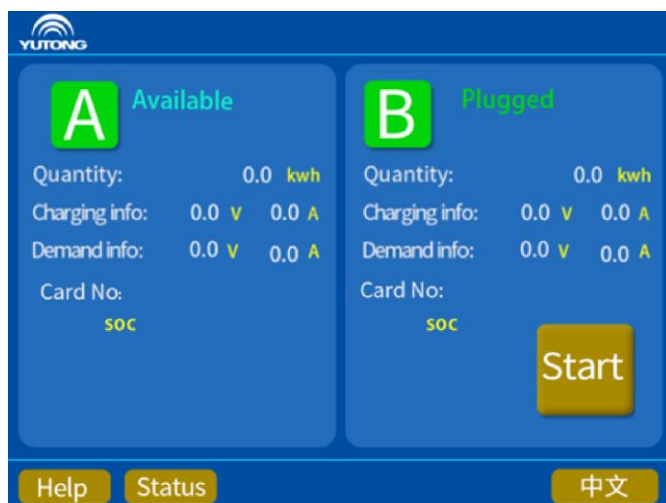

Рис. 7 Интерфейс зарядки
2) Правильно подключить зарядный разъем, нажать кнопку  , соответствующую зарядному разъему в интерфейсе зарядки, войти в интерфейс выбора режима зарядки. В качестве примера можно привести зарядной разъем В, подробнее см. рис. 7.